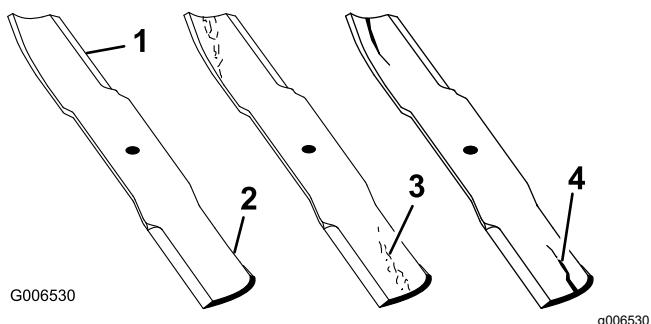

Рисунок 31
2. Осторожно проверьте режущие кромки ножей, особенно в точке соединения плоской и изогнутой частей ножа (Рисунок 31). Проверяйте ножи перед эксплуатацией машины, поскольку песок и абразивный материал могут стачивать металл между плоской и изогнутой частями ножа. Если вы увидите износ (Рисунок 31), замените нож; см. раздел Снятие и установка ножа \(ножей\) \(страница 22\).
При износе ножа между загибом и плоской частью ножа образуется бороздка (Рисунок 31). В конечном счете часть ножа может отломиться и вылететь из-под корпуса, возможно, нанеся тяжелую травму оператору или посторонним людям.